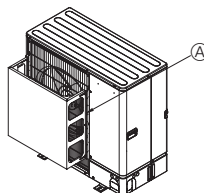

Fig. 2-5
- 2 Montera en extra luftledare om enheten installeras på en plats där kraftig vind från tyfoner osv kan komma direkt in i luftutblåset. (Fig. 2-5)